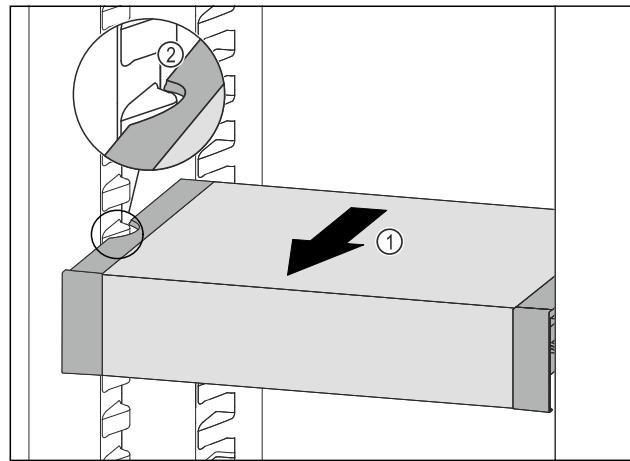

Fig. 80
- Потягнути VarioSafe вперед Fig. 80 (1), поки бокові заглиблення VarioSafe не опиняться на рівні ребра для ємності в охолоджувальному відділенні. Fig. 80 (2)